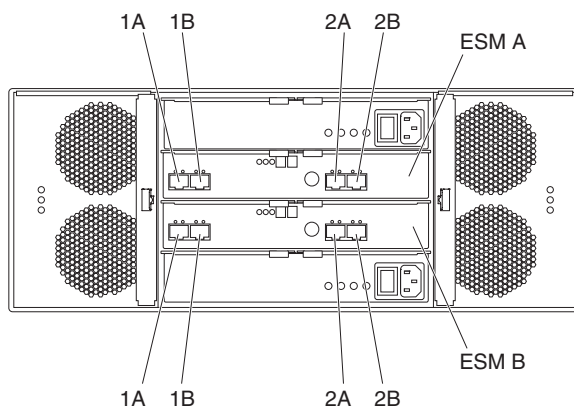

Figura 48. Etiquetas de Porta EXP5060
3. A porta de unidade do controlador DS5100 e DS5300 deve sempre se conectar à porta EXP5060 ESM etiquetada com 1B em configurações sem entroncamento e as portas EXP5060 ESM etiquetadas com 1B e 2B em configurações com entroncamento do lado da unidade. A Figura 48 na página 82 mostra as etiquetas de porta no EXP5060.